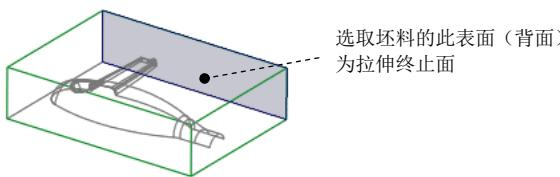

图 8.22 选取拉伸终止面
(4) 设置深度选项。
① 在操控板中选取深度类型 (到选定的)。
② 将模型调整到图 8.22 所示的视图方位，选取图中所示的坯料表面（背面）为拉伸终止面。
③ 在操控板中单击 按钮，完成特征的创建。